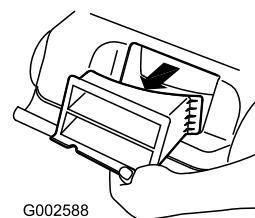

Figure 25
5. Retirez l'obturateur de l'éjecteur arrière (Figure 25).